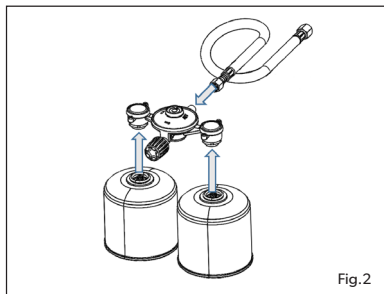

Fig.2
- Inserire le due cartucce di gas sul gruppo da loro avvitando posto (Fig.2).